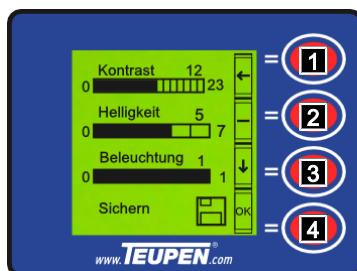

Abb. 90
1. Mit den [Funktionstasten] (Abb.90/2 und 3) die gewünschte Einstellung auswählen.
2. Mit der [Funktionstaste] (Abb.90/4) die ausgewählte Einstellung bestätigen.
3. Mit der [Funktionstaste] (Abb.90/2) den Wert der gewünschten Einstellung erhöhen. Mit der [Funktionstaste] (Abb.90/3) den Wert der gewünschten Einstellung verringern.
4. Mit der [Funktionstaste] (Abb.90/4) den Wert bestätigen.